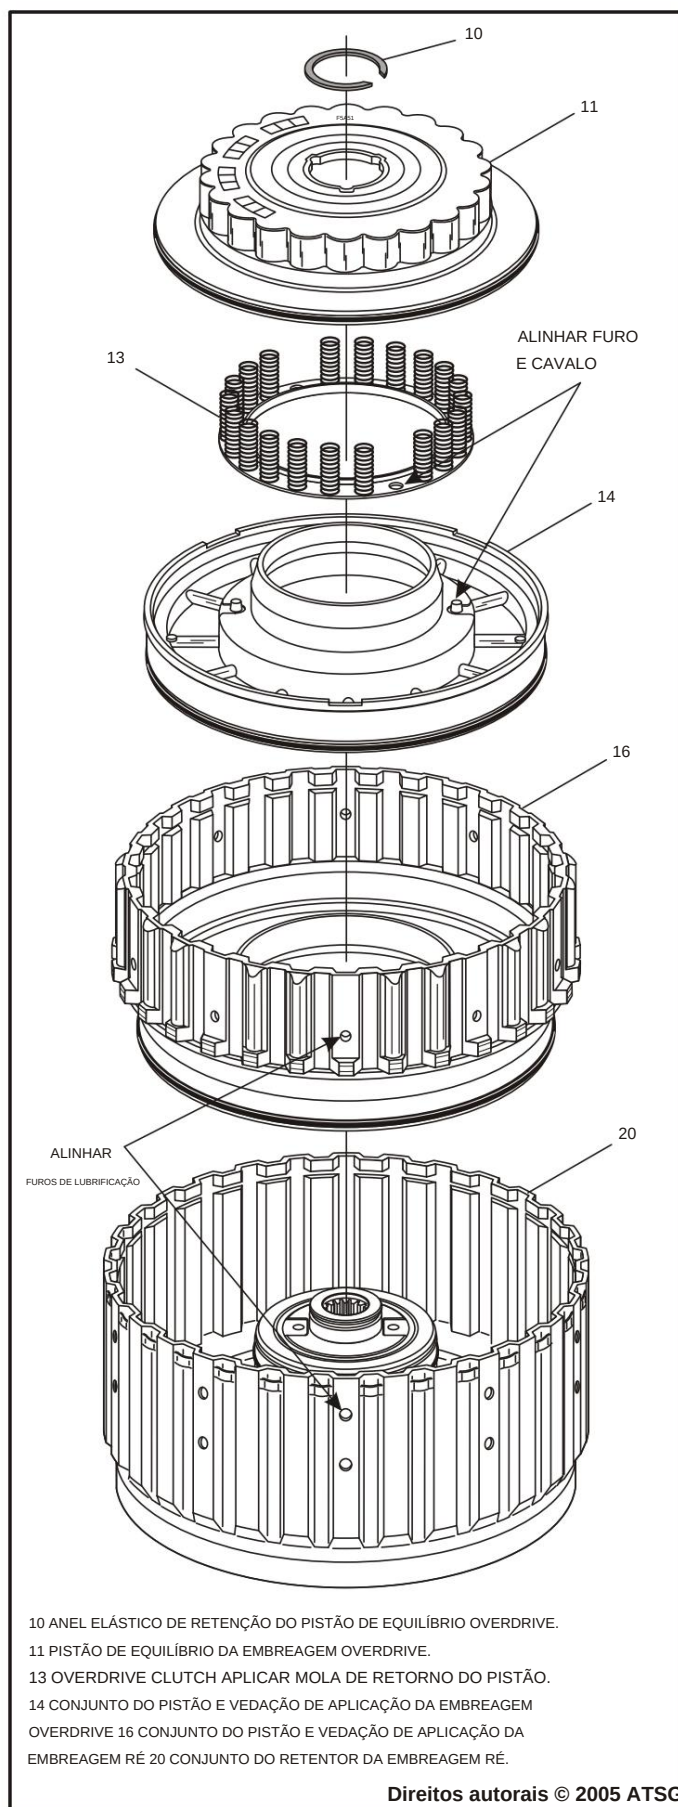

Figura 81
8. Instale o pistão de aplicação reversa completo no retentor, alinhando os orifícios de lubrificação, conforme mostrado na Figura 81, e certifique-se de que esteja totalmente assentado.
9. Instale o pistão de aplicação de overdrive completo no pistão de aplicação de ré, conforme mostrado na Figura 81, e certifique-se de que esteja totalmente assentado.
10. Instale a mola de retorno do pistão da embreagem overdrive conforme mostrado na Figura 81.
Observação: certifique-se de que os furos de alinhamento estejam assentados sobre os pinos-guia do pistão (veja a Figura 81).
11. Instale o pistão de equilíbrio da embreagem overdrive sobre o conjunto da mola de retorno, conforme mostrado na Figura 81, e coloque o anel elástico no topo do pistão.